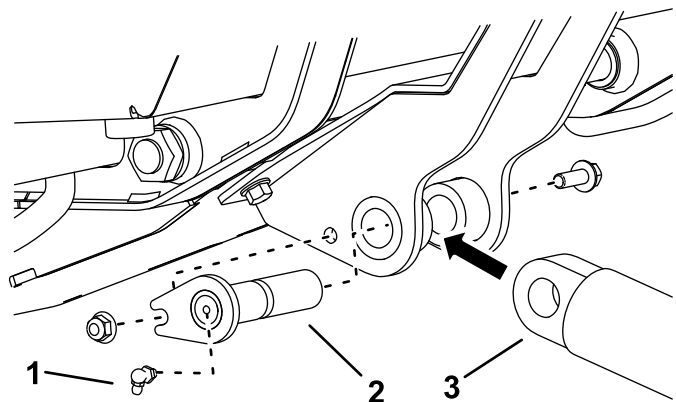

図 6
7. 油圧シリンダの端をシリンダサポートアセンブリに固定する シリンダ取り付けピボットピン、ボルト 3/8 x 1 インチ、ナット 3/8 インチ 1個を使用して図 6 のように取り付ける。
8. ピボットピンの端部に、グリスフィッティングを図 6 のように取り付ける。